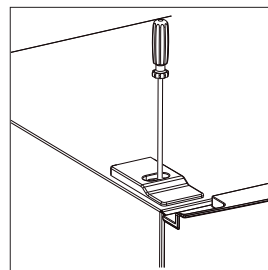

Fig. 6
- ▶ Dévissez la vis de maintien du cache-vis à l'aide d'un tournevis cruciforme (fig. 6).